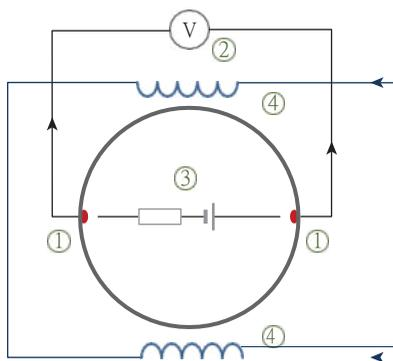

Рисунок 2.3
Индуктивные расходомеры являются сегодня одним из наиболее часто используемых принципов измерения потока в перерабатывающей промышленности. Преимущества индуктивных расходомеров состоят в том, что они не имеют движущихся частей (требуется низкий уровень технического обслуживания), малой погрешности измерения, большого диапазона измерений и низкого перепада давления и что они не будут нарушать поток больше, чем участок трубы с равной длиной. Датчик оснащен магнитными катушками, которые создают магнитное поле поперек трубы. Внутри трубы имеются измерительные электроды, контактирующие с жидкостью, и вкладыш, обеспечивающий электрическую изоляцию жидкости от корпуса расходомера. Этот тип измерителя будет работать только на жидкостях со свойством электрической проводимости (например, масло не может быть измерено). Измеритель будет в первую очередь измерять скорость жидкости (например, в м/с), а скорость потока (например, кубические метры в час) рассчитывается внутренним преобразователем сигнала с помощью измеренной скорости и диаметра трубы. Часто измеритель прокачки также имеет уникальный фактор для того чтобы компенсировать отклонения в продукции, как диаметр трубы, толщина вкладыша и прочность магнитного поля. Эти два значения, диаметр и коэффициент измерения, должны быть сохранены в преобразователе сигналов, чтобы получить правильное измерение. Преобразователь сигнала (2) на индуктивный расходомер измеряет напряжение между электродами (1) индуцированные магнитным полем катушек (4) (рис. 2.3). Уровень напряжения зависит от скорости жидкости, напряженности магнитного поля и расстояния между электродами (диаметр датчика). Проводимость жидкости важна, чтобы она соответствовала импедансу преобразователя сигнала, но она не включена в уравнение потока, и изменение не повлияет на измерение.